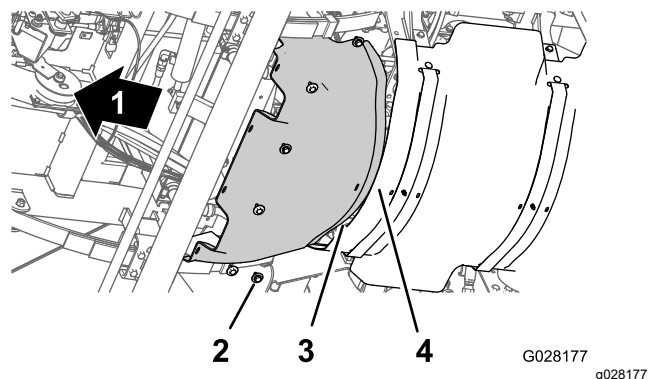

Figura 66
1. Alinee la brida trasera del protector térmico delantero sobre la brida delantera del protector térmico trasero (Figura 66).
2. Alinee los taladros del protector térmico delantero con los taladros roscados del chasis (Figura 66).
3. Monte el protector térmico delantero en la máquina con los seis pernos de cabeza hexagonal y las seis arandelas (Figura 66) que retiró en el paso 3 de Retirada del protector térmico delantero \(página 56\).